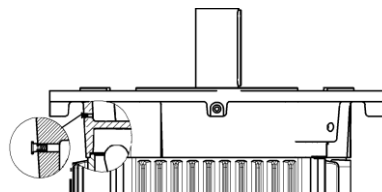

Рисунок 1- Отверстие для стока воды
- убедиться в отсутствии грязи, воды, снега в сливных отверстиях двигателя с фланцевым исполнением - валом вверх;	раздел 3.3 рис.1